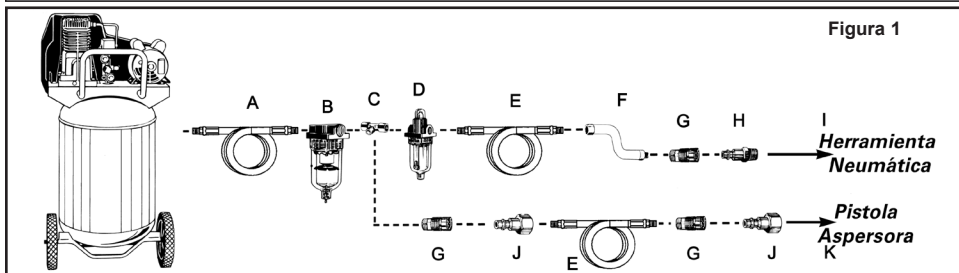

Figura 1
- Conecte la herramienta al acoplador rápido de la manguera de aire. **NOTA:** Se recomienda utilizar una manguera de conexión flexible con un cabezal giratorio (P012-0079SP - no incluida) para evitar que la manguera de aire se doble, enrosque o gaste demasiado (ver figura 1 para las conexiones recomendadas).
Para conservar el funcionamiento óptimo de la herramienta neumática, debe ser lubricada cada vez que se utiliza. Las partículas, el polvo, el óxido y los residuos de aceite se acumulan dentro de la herramienta y reducen su desempeño. Se recomienda utilizar un engrasador en línea para una lubricación automática adecuada de la herramienta (ver Figura 1). Si no dispone de un engrasador en línea, puede lubricar la herramienta de forma manual a través del orificio de entrada (ver Figura 7).